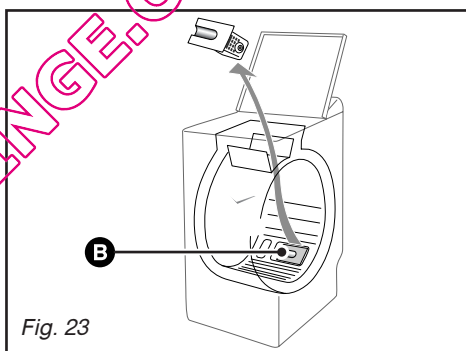

Fig. 23
Par les ouvertures laissées libres par le retrait de la pièce **A**, vous avez accès au filtre de pompe **B** (Fig. 23)
– retirez-le de son logement (Fig. 23)